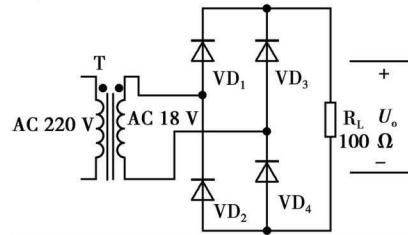

图 1-14
1. 已知电路如图 1-14 所示,求:①负载两端的电压 U_o 。②简述整流二极管的选择依据。